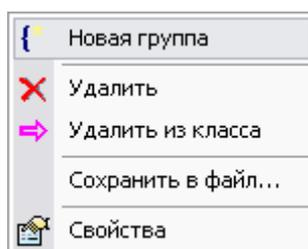

Рис. 91
Работа с группами характеристик ведется посредством контекстного меню, вызываемого нажатием правой кнопки мыши на характеристику в правой части окна модуля (Рис. 91).
1. Выберите в меню пункт **Новая группа** (Рис. 91).
С группами характеристик можно проделать следующие операции (Рис. 91):